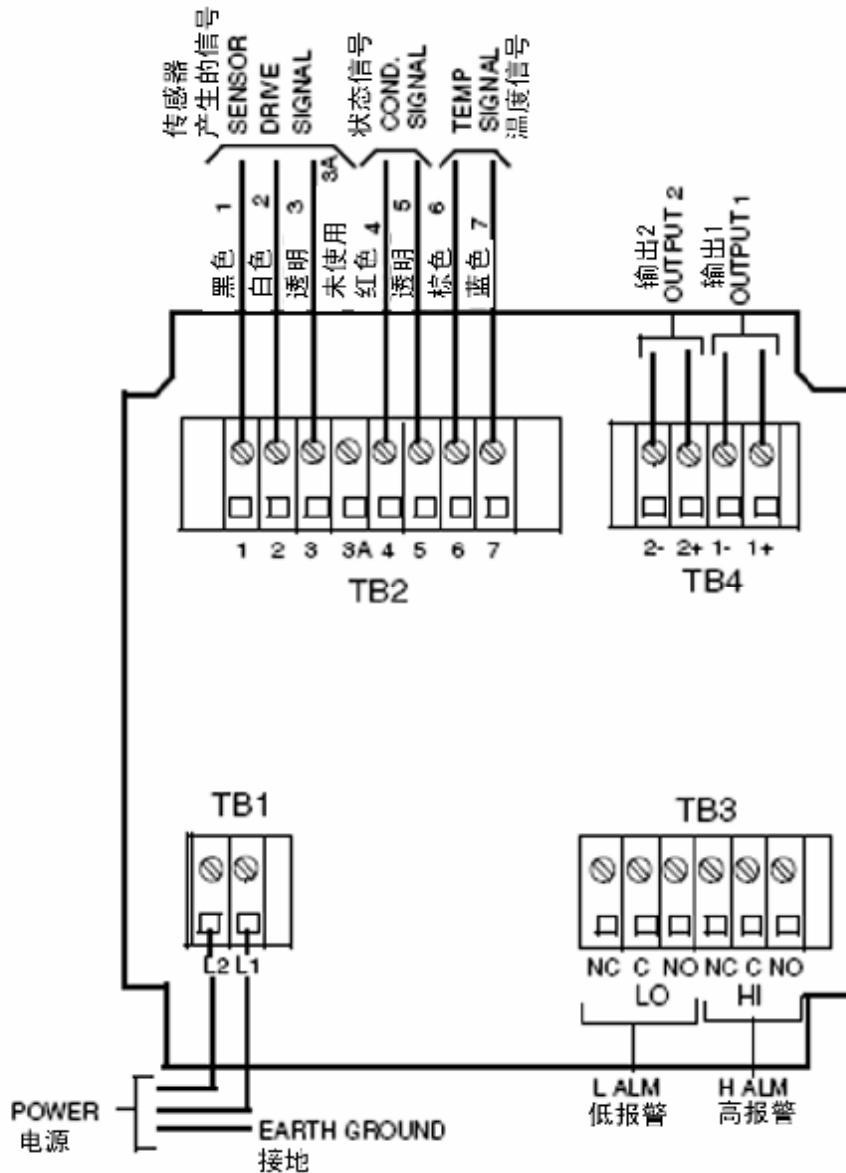

图 9. 后板接线 — 金属壳体
2. 按图 9 中所示，将高和低报警接线连接在 TB3 上，失效保护要求在触点 NC 和 C 之间进行连接，报警要组态成是有效的，也可参考“通用信息报警”一节。
4. 按照图 9 中所示，将传感器接线连接到分析仪接线板 TB2 上。
5. 如同在图 9 中指出的，将电源线连接到接线板 TB1 上，电源芯线中的接地线应该连接在接地螺栓上，该螺栓位于壳体的底部。